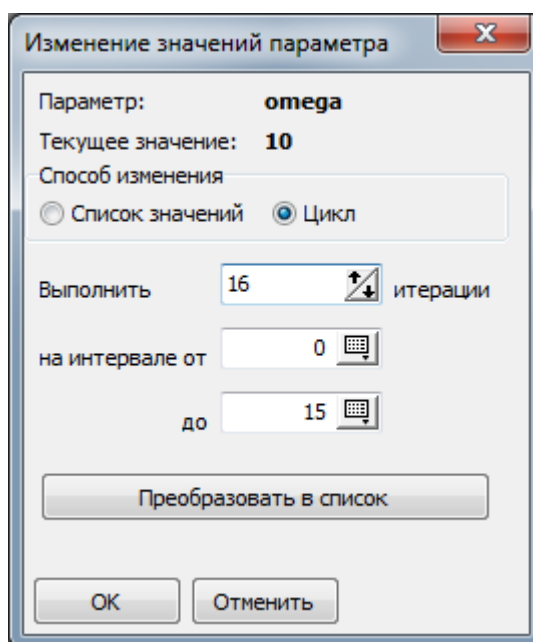

Рис. 2.11. Задание частот вынуждающей силы
7. В поле **Способ изменения** выберите **Цикл** и установите остальные параметры так, как показано на рис. 2.11. Нажмите кнопку **ОК**. Таким образом, мы опишем изменение частоты вынуждающей силы от 0 до 15 с шагом 1 рад/с.